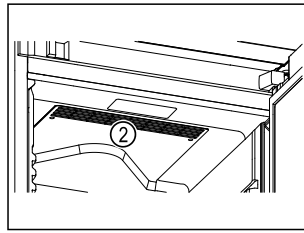

Fig. 61
- ❑ No obstruir la ranura de ventilación Fig. 61 (2) del ventilador de recirculación de aire del interior.